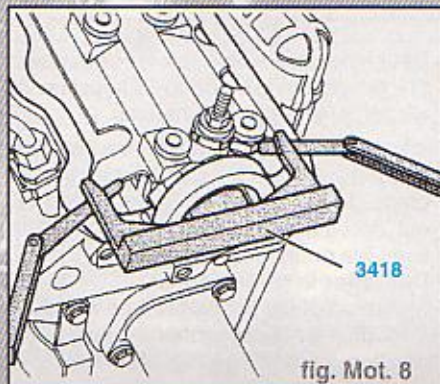

fig. Mot. 8
- Freiner l'arbre à cames avec un règle de réglage (fig. Mot. 8).